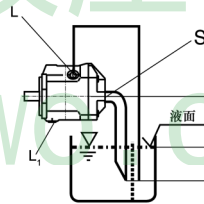

图4
b) 当油箱的最低液面比泵的上端低时，“L1”、“L”口以及有可能“S”口的接管见图4。情况如同1.2.1节。
a) 如安装在油箱之上，请见图4。